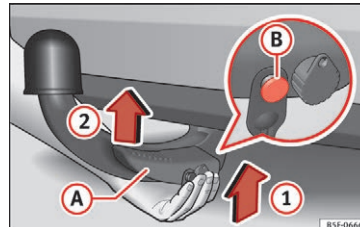

Fig. 182 Placering af aftageligt kuglehoved/oplåsningsstift i udklippet tilstand
- Hold fast i det aftagelige kuglehoved **nedfra** » Fig. 182, og sæt det ind i holderen til